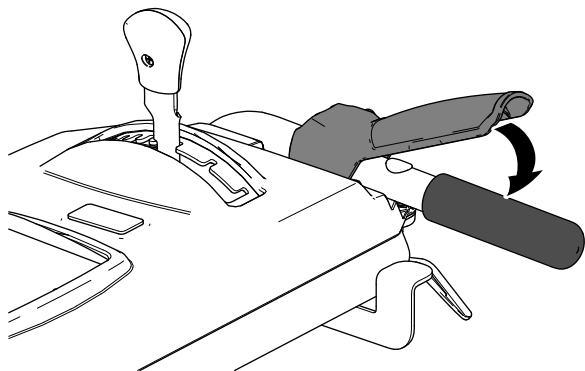

Bild 19
3. Drücken Sie den rechten Kehrbürstenhebel langsam zum Holm, um die Kehrbürste einzukuppeln (Bild 19).